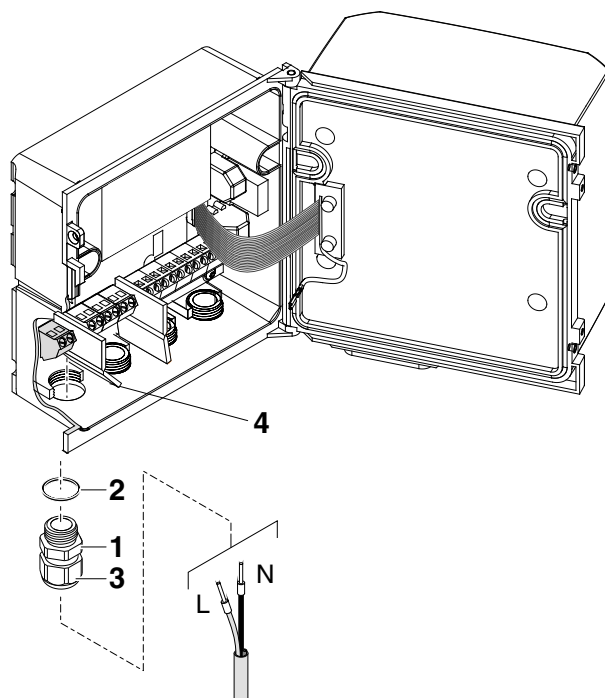

Fig. 3-18 Inserção de linhas
- 2 Aparafusar um prensa-cabo (pos. 1 em Fig. 3-18) com anel de vedação (pos. 2) na caixa por baixo da respetiva ligação.
- 3 Desaperte o anel de acoplamento (pos. 3).
- 6 Apertar o anel de acoplamento (pos. 3).